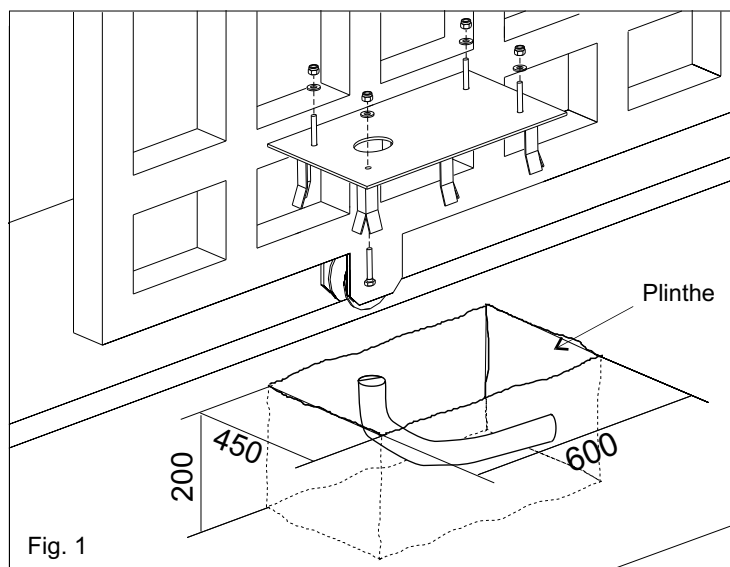

Fig. 1
2.1. Prévoir, en se basant sur les mesures reportées dans fig. 1, une petite place de béton où sera murée la plaque de fondation.
NB: Il est opportun, si la structure du portail le permet, de soulever la plaque du niveau pavement d'au moins 50 mm pour éviter eventuelles stagnations d'eau (Fig.1).